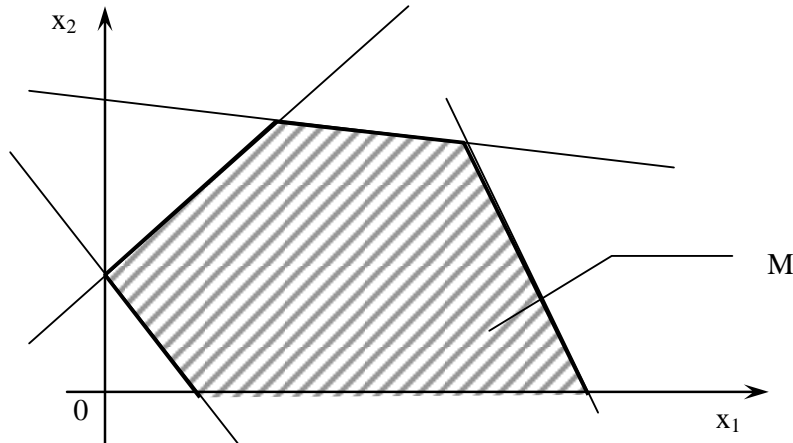

Рисунок 1 – Область розв'язків системи лінійних обмежень
Системи обмежень (3) і (5) задають на площині опуклий багатокутник M , причому умови (5) свідчать про те, що він розташований у першій чверті (рис. 1). Цей багатокутник називається областю розв'язків задачі.